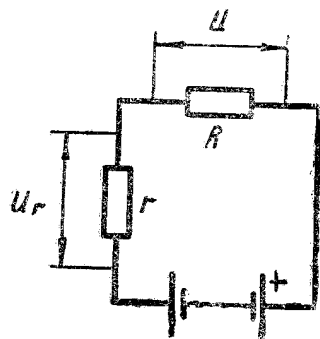

Рис. 22
Ток, протекающий по проводнику, вызывает падение напряжения на нем, величину которого можно определить по формуле (3). Поскольку источник тока обладает внутренним сопротивлением, можно представить полную эквивалентную схему цепи следующим образом (см. рис. 22).
Из рис. 22 видно, что